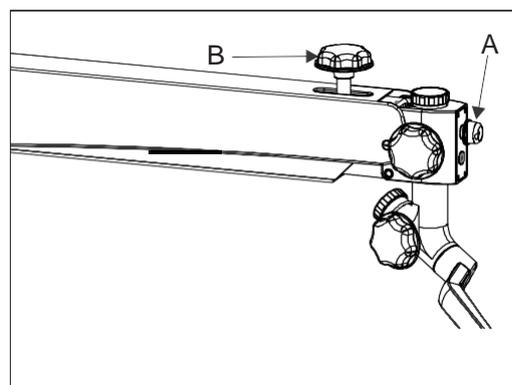

Fig. 10
Er befindet sich vor dem Aufhängearm, wie in Abbildung 10 als (A) gezeigt. Die Helligkeit des Sichtfelds kann mit dem Intensitätsregler nach Benutzerkomfort eingestellt werden.
Dieser Knopf ermöglicht es Ihnen, die Bewegung des Schwenkarms nach dem initialen Fokussieren des Anwesenheitsbereichs auf die gewünschte Position zu verriegeln, indem Sie ihn im Uhrzeigersinn drehen. Der Knopf ist in Abbildung 10 als (B) dargestellt.